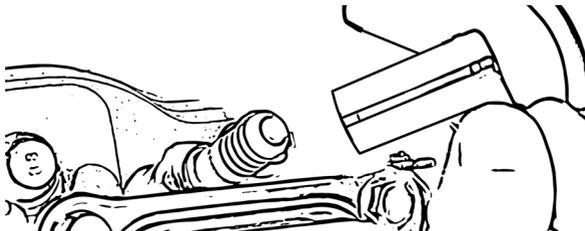

Abbildung 38
- Stecken Sie die Einheit auf die Zündkerze, Abb.38.